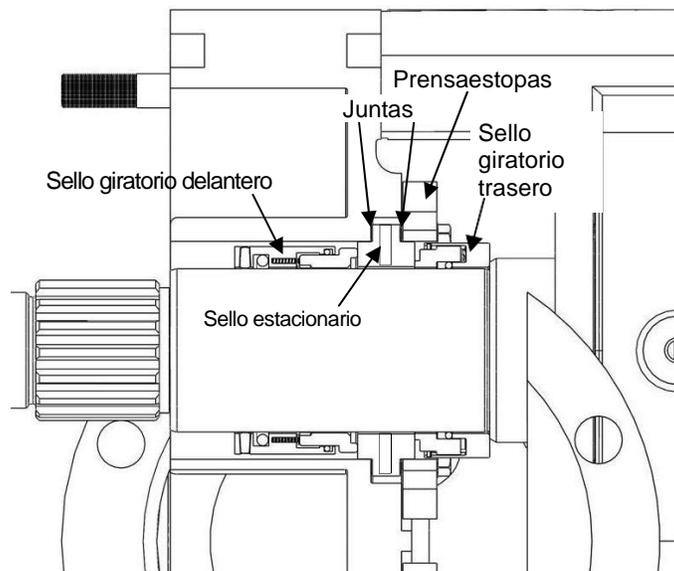

Figura 39: Desensamblaje de sello mecánico doble ZP1 320
*Desensamblaje:* La opción de sello mecánico doble ZP1 320 consiste en dos juegos de sellos mecánicos (sello giratorio delantero, sello estacionario y sello giratorio trasero), cuatro juntas y dos prensaestopas (Figura 39). También hay ocho pernos y arandelas para sujetar el sello estacionario al cuerpo, que se han retirado antes de deslizar el cuerpo de la caja de engranes (página 17).